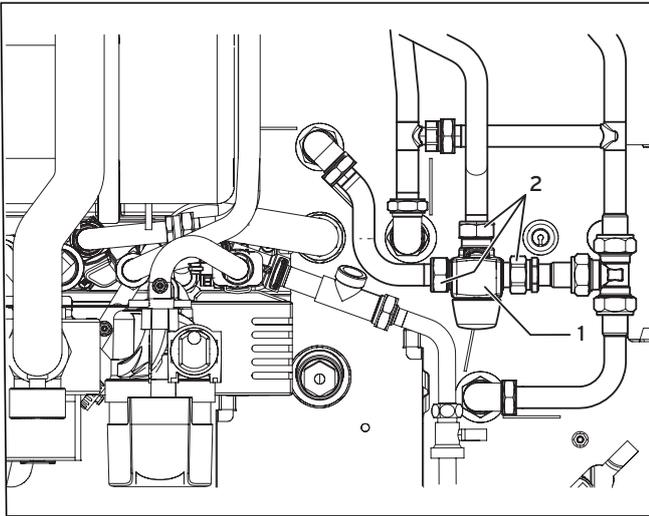

Abb. 9.9 Einbaulage des Warmwasser-Therostatmischers
- Lösen Sie die Verschraubungen (2) und entnehmen Sie den Warmwasser-Therostatmischer (1).
- Montieren Sie den neuen Warmwasser-Therostatmischer wie in Abbildung 9.9 gezeigt.